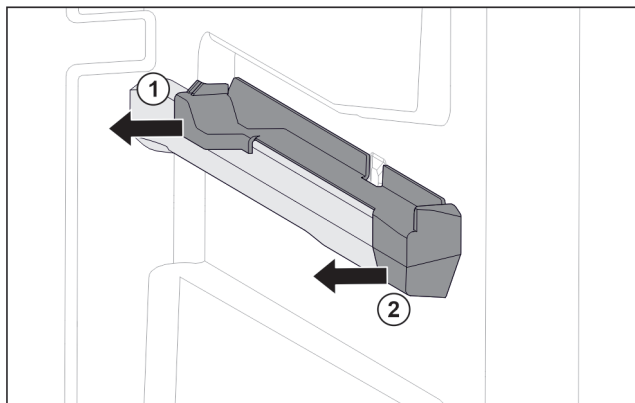

Fig. 93 Elemento inseribile sulla nervatura destra del contenitore
- ▶ Afferrare l'elemento inseribile in basso sul lato posteriore. Fig. 93 (1)
- ▶ Estrarre l'elemento inseribile dal lato posteriore di lato. Fig. 93 (1)
- ▶ Estrarre l'elemento inseribile dal lato anteriore di lato. Fig. 93 (2)